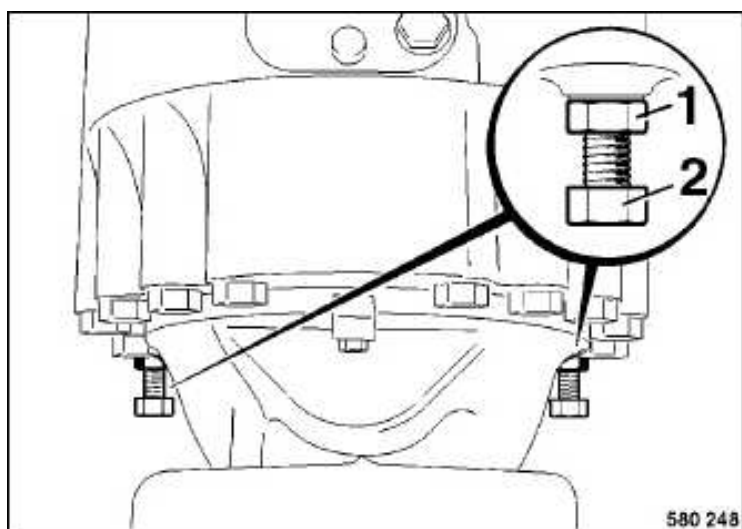

Fig. 66
- Para soltar los frenos hay que girar las contratuercas 1 (Fig. 66) unos 8 mm hacia atrás.
- Enroscar los tornillos para soltar el freno (2) hasta el tope.